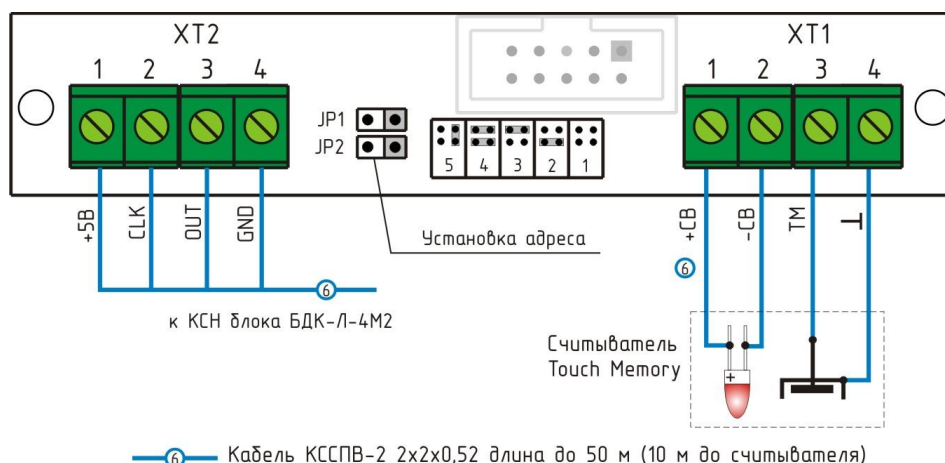

Рисунок 24 - Подключение ТМ-СЛДКС-3
5) Другой конец кабеля связи подключить к клеммам под винт разъема ХТ2 блока ТМ-СЛДКС-3 (рисунок 24).